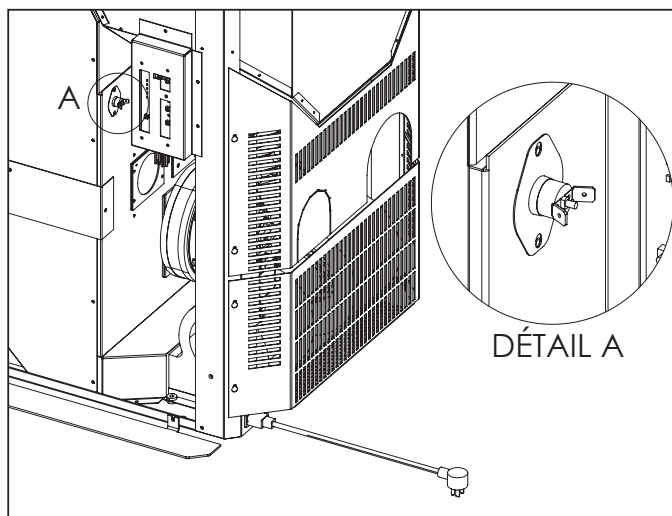

Figure 22: Détail du disque de haute limite.
- Les fils gris seront connectés en série avec le disque de haute limite placé à l'arrière de la trémie. Déconnectez un des fils oranges déjà connectés au disque de haute limite. Maintenant, attachez un des fils gris de l'ensemble HFK au fil que vous venez de déconnecter. L'autre fil gris se connectera au disque de haute limite. Voir figure 22 pour l'emplacement du disque de haute limite.